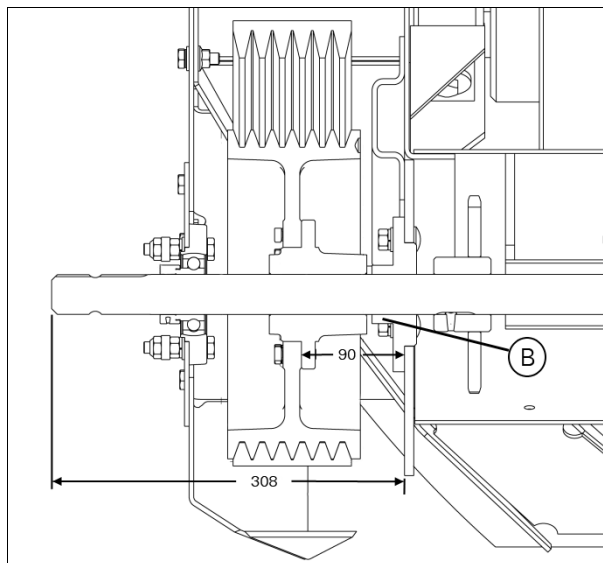

Рис. 4.
Отрегулируйте положение вала в осевом направлении, как указано на (рис. 4). Зафиксируйте подшипники с обеих сторон стопорными кольцами, см. (B) или (4) (рис. 2). Установите ступицу шкива ременной передачи в соответствии со значениями, указанными на (рис. 4), и затяните.